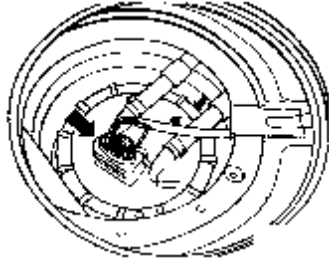

图 2-140 拔下插头
(7) 拧下张紧夹带。用发动机/变速箱升降机 V.A.G1383A 支撑住汽油箱。
(8) 下降发动机/变速箱升降机 V.A.G1383A 直到法兰上箭头（图 2-140）处所指的插头能拔下为止，拔下插头，降下汽油箱。